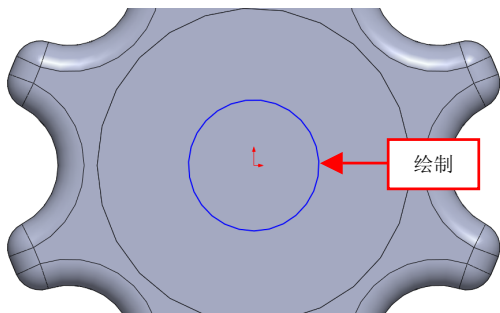

图 14-11 绘制草图对象
(3) 单击【草图绘制】按钮,选择新创建拉伸特征的右侧面对象,单击【圆】按钮,绘制半径为 2.5 的圆对象,如图 14-11 所示。